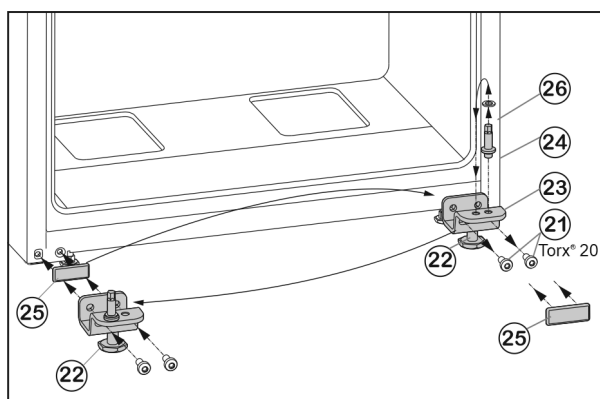

Fig. 9
- ▶ Tekerje le a rögzítőcsavarokat Fig. 9 (21).
- ▶ Vegye le a teljes alsó csapágybakot Fig. 9 (23) a csap-szeggel Fig. 9 (24), az alátéttel Fig. 9 (26) és a beállító lábbal Fig. 9 (22).
- ▶ Csavarozza le a teljes csapágybakot Fig. 9 (24) az alátéttel Fig. 9 (26), helyezze át a csapágybak túloldali felvívő furatába, és csavarozza vissza.
- ▶ Óvatosan vegye le a fedőlemezt Fig. 9 (25), és helyezze át az ellenkező oldalra.
- ▶ Csavarozza vissza a teljes alsó csapágybakot Fig. 9 (23) a csap-szeggel Fig. 9 (24), az alátéttel Fig. 9 (26) és a beállító lábbal Fig. 9 (22) a csuklópánt új oldalán **erősen (4 Nm-es nyomatékkal)**, adott esetben egy akkus csavarhúzóval.
- ▶ Az ajtót felülről helyezze Fig. 9 (24) a csap-szegre.
- ▶ Tekerje ki az állítólabát Fig. 9 (22) az alsó csapágybakból Fig. 9 (23), míg hozzá nem ér a talajhoz.